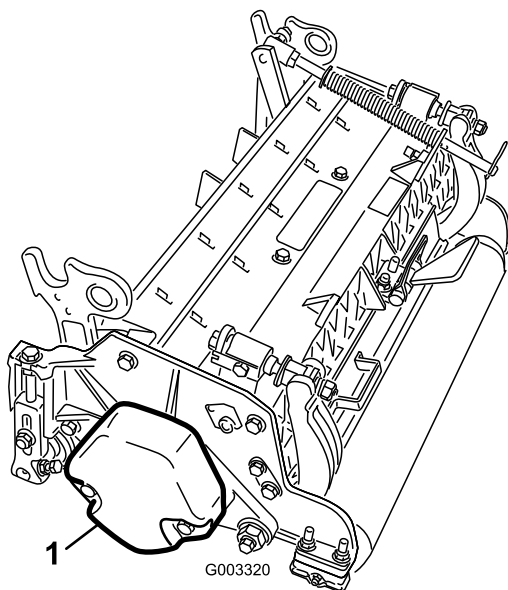

Figura 5
3. Certifique-se de que o contrapeso (Figura 5) está instalado na extremidade adequada da unidade de corte conforme descrito no *Manual do utilizador* da unidade de corte.